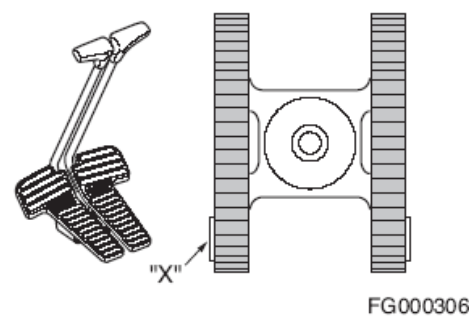

Рис. 30
4. Остановка движения (Рис. 30) - Возвращение рычага в нейтральное положение автоматически задействует тормоз и приводит к остановке экскаватора.